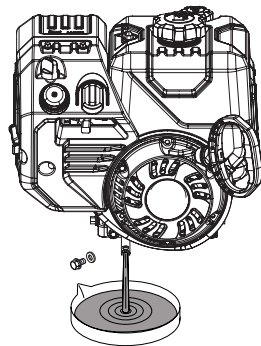

Рис. 25. Замена масла в двигателе
6. Удерживая одним ключом трубку-удлинитель от проворачивания, открутите пробку для слива масла и слейте отработанное масло в подготовленную для этого емкость (Рис. 25).